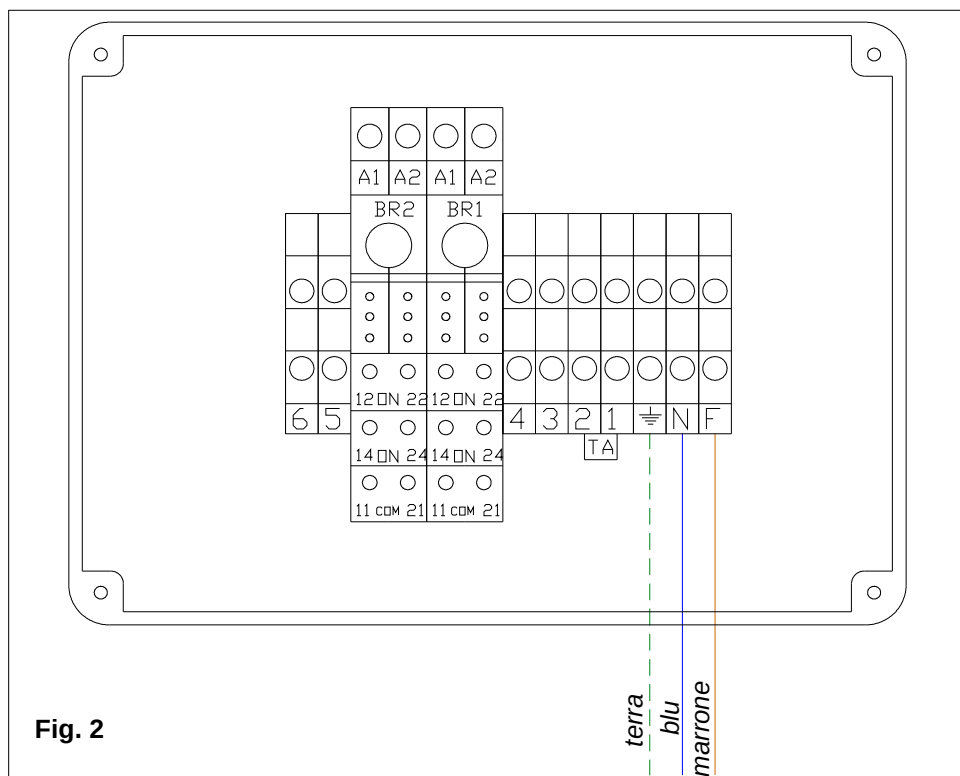

Fig. 2
- procedere al collegamento della fase e neutro come indicato in fig. 2: